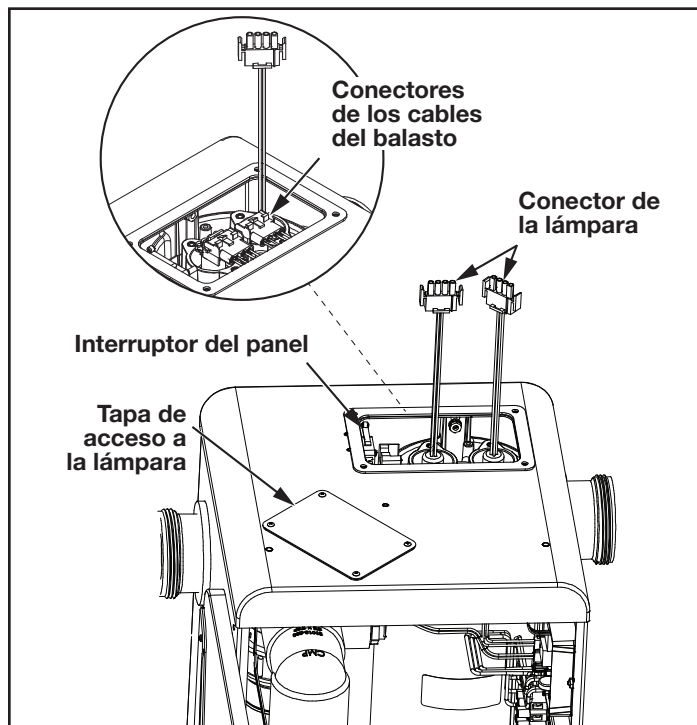

Figura 21. Acceso a la lámpara del reactor UV del sistema AOP Jandy
4. Ubique el panel de acceso a la lámpara UV en la parte superior del sistema AOP Jandy. Retire los cuatro (4) tornillos con un destornillador Phillips y quite el panel. Consulte la Figura 21.
10. Vuelva a conectar todo el cableado desde el sistema AOP Jandy hacia el balasto. Consulte la Figura 21.